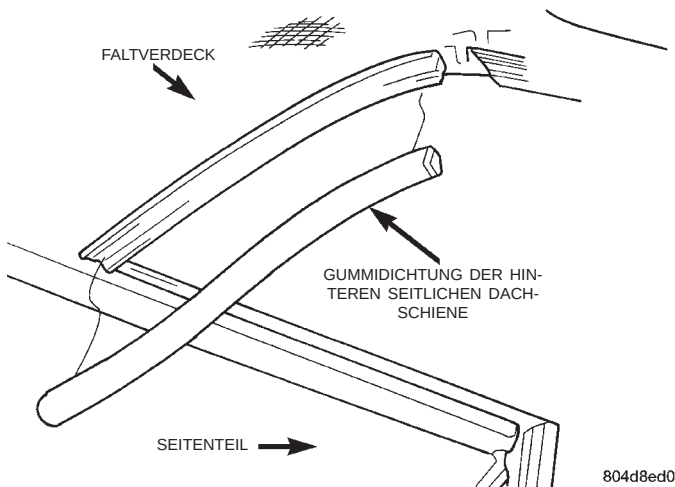

Abb. 45 Gummidichtung der hinteren seitlichen Dachschiene
- (1) faltverdeck teilweise anheben.
- (2) Mit einem Hartkunststoffstab (Spezialwerkzeug C-4755) ein Ende der Gummidichtung aus der Führungsschiene heraushebeln.
- (3) Gummidichtung aus dem Fahrzeug nehmen (Abb. 45).